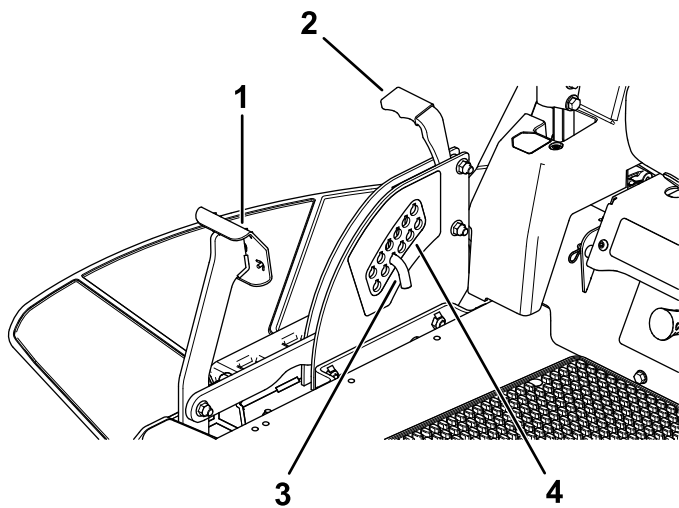

Bild 26
1. Treten Sie mit dem Fuß auf das Mähwerkhubpedal und heben Sie das Mähwerk in die arretierte Transportstellung an (d. h. die Schnitthöhe von 114 mm), wie in Bild 26 abgebildet.
2. Entfernen Sie den Splint zum Einstellen der Schnitthöhe aus der Schnitthöhenhalterung (Bild 26).
3. Wählen Sie ein Loch in der Schnitthöhenhalterung, das der gewünschten Schnitthöhe entspricht, und stecken Sie den Stift wieder ein (Bild 26).